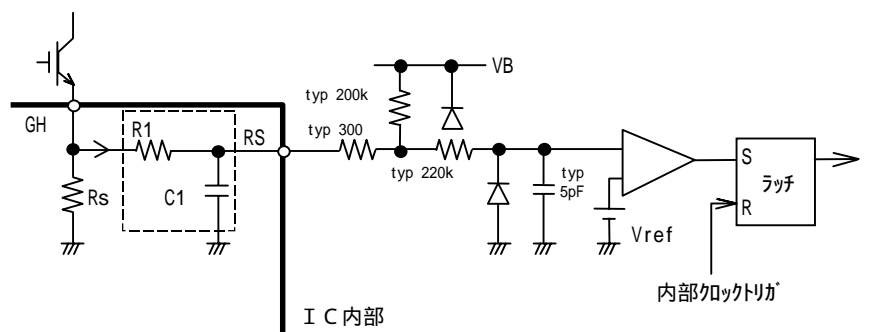

図 5 . RS 端子の等価回路
(4) RS 端子
- 過電流検出信号入力端子です。GH1, GH2 に共通接続する Rs シャント抵抗の電圧を RS 端子に入力することにより過電流状態を検出します。RS 端子電圧が IC 内部の電流制限用基準電圧 Vref (0.5V typ.) を越えると、下アームの出力をオフします。過電流検出後のリセット動作は、内部クロック信号の 1 周期毎に行います。制限電流値 Io は、 $I_o = V_{ref} / R_s$ (Rs は外付け抵抗) で求められます。RS 端子内部には、約 1 μs のフィルタを内蔵しています (図 5 参照)。ただし、ノイズによって過電流検出機能が誤動作する場合は、R1, C1 による外部フィルタを追加して下さい。ただしフィルタ時定数をあまり大きく選びますと、過電流検出信号の検出遅れが生じますからご注意下さい。